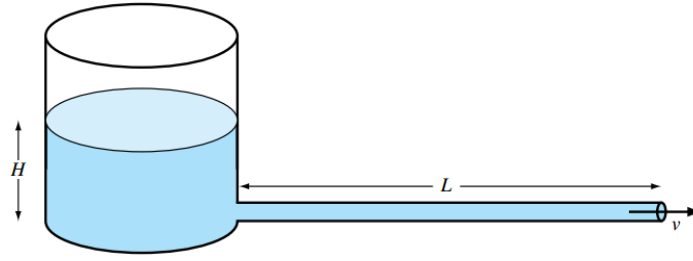

Figura 1: Tanque cilíndrico con tubo de salida largo
2. (30 %) Como se muestra en la figura 1, la velocidad del agua, v (m/s) descargada por un tanque de forma cilíndrica a través de un tubo largo está dada por: